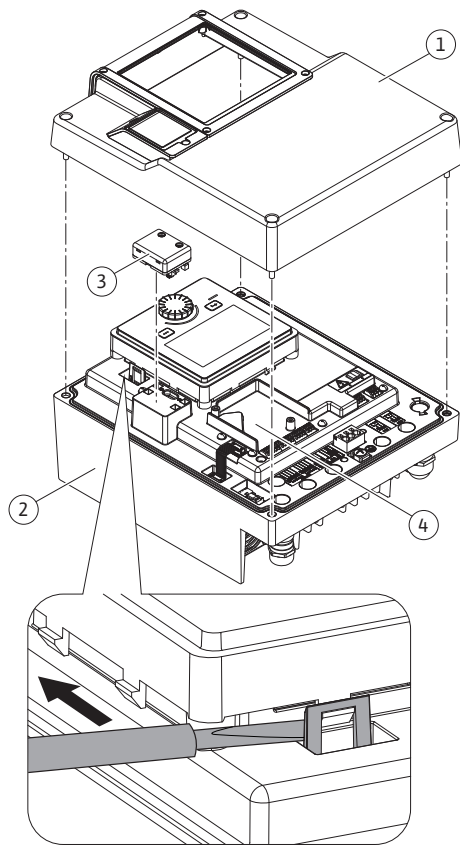
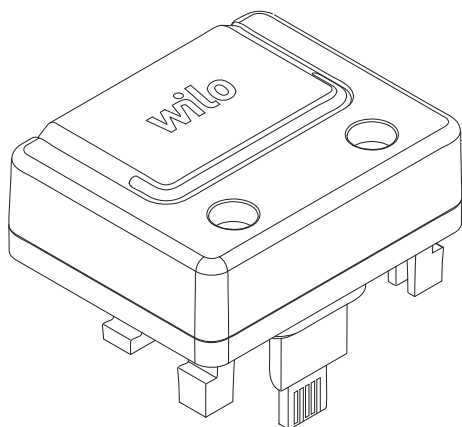

Fig. 30: Módulo eletrônico
Fig. 31: Módulo Wilo-Smart Connect BT
1. Abrir cuidadosamente os ganchos de encaixe (Fig. 30) com uma ferramenta (por exemplo, uma chave de fendas).
A interface Bluetooth do módulo Wilo-Smart Connect BT (Fig. 30, pos. 3 e Fig. 31) é utilizada para ligação a dispositivos terminais móveis, tais como smartphones e tablets. Na aplicação Wilo-Assistant encontra-se a função Wilo-Smart Connect. Com a função Wilo-Smart Connect é possível operar e regular a bomba e ler os dados da bomba. Para regulações, ver capítulo «Arranque» [► 56].
1. Desapertar os quatro parafusos da parte superior do módulo eletrônico (Fig. 30, pos. 1; Fig. I, pos. 2).
3. Inserir o módulo Wilo-Smart Connect BT na interface Wilo-Connectivity prevista. Ver Fig. 30, pos. 3.
Os módulos CIF (acessórios) são utilizados para a comunicação entre as bombas e o BMS. Os módulos CIF são ligados ao módulo eletrônico (Fig. 30, pos. 4).